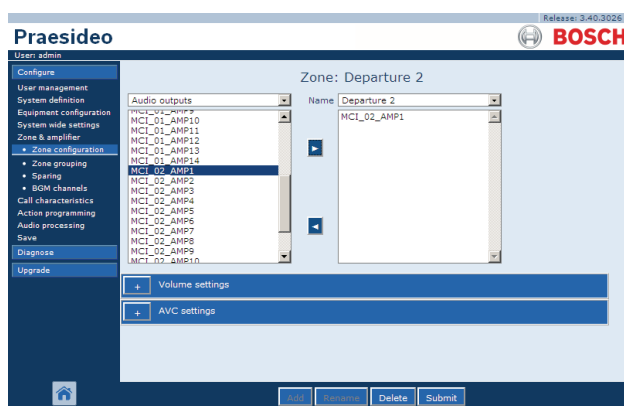

Abb. 45.5: Neue Zone erstellen, Schritt 5
- 5 Wählen Sie den ausgewählten Ausgang per Doppelklick oder klicken Sie auf die Schaltfläche **>**, um der Zone den Ausgang hinzuzufügen (siehe Abb. 45.5).